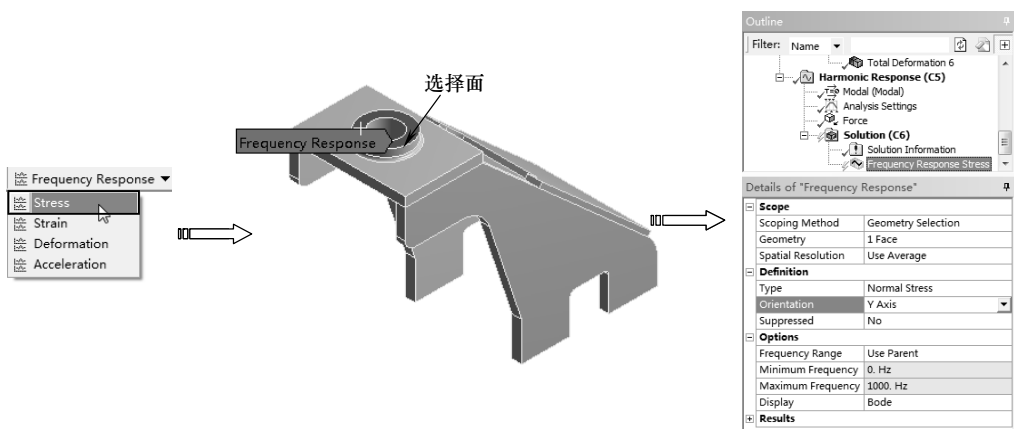

图 6-59 添加应力响应求解项
3) 求解应力响应。单击【Solution】工具栏上的【Frequency Response】|【Stress】命令, 此时在分析树中插入【Frequency Response】项, 按<F2>键, 将其重新命名为 Frequency Response Stress, 选择如图 6-59 所示的表面, 在详细设置窗口中设置【Orientation】为 Y Axis, 如图 6-59 所示。